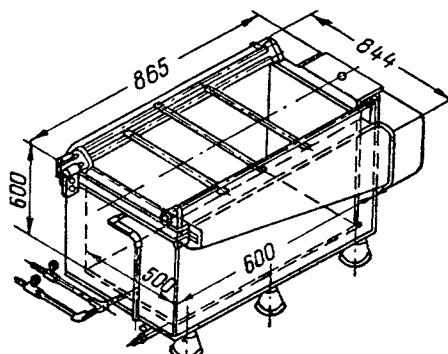

Рис. 7. Ванна хромирования
5) ванны хромирования (рис. 7);